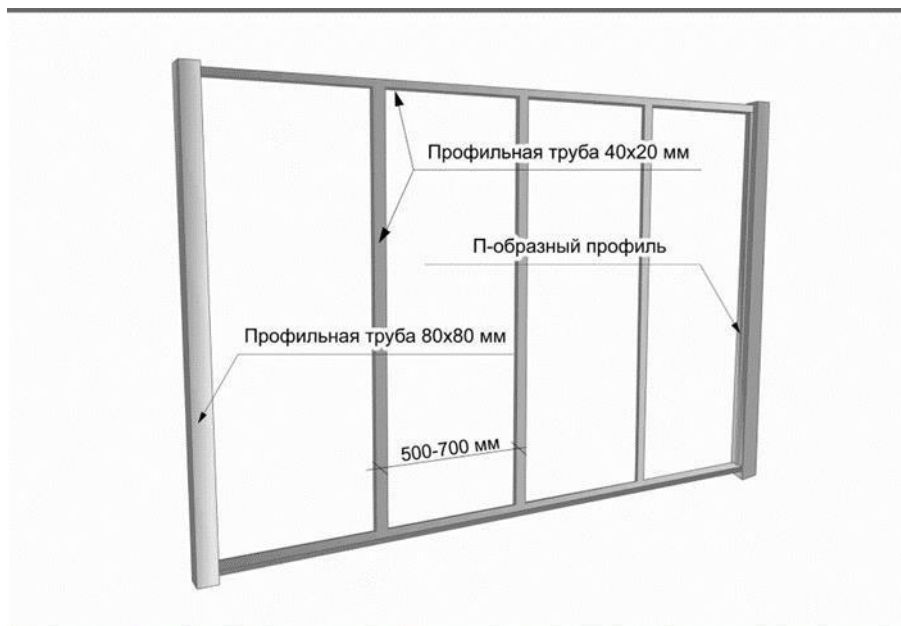

Рис. 3
- Расстояние между направляющими не должно превышать 700 мм. (Рис. 3).